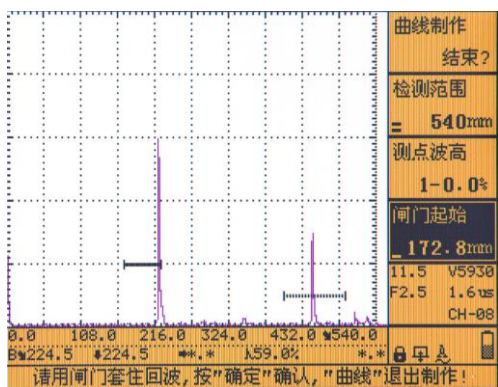
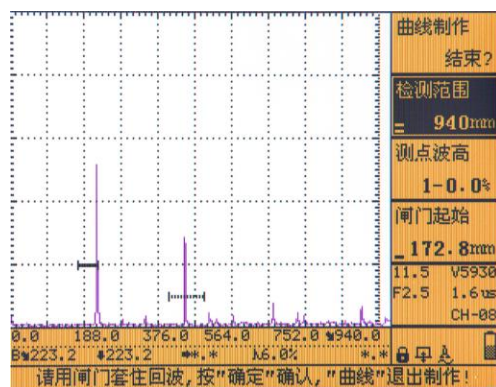

图 4.22
图 4.23
- 2、选择“AVG”主菜单，选择“曲线制作”子菜单，单击【确认】键或旋转，开始 AVG 制作，“曲线制作”子菜单中的“开始”变为“结束？”。仪器自动选择“闸门起始”子菜单，且“测点波高”由“1-*.*”变为“1-0.0%”。如图 4.22 所示。本例中制作的是 3 点 AVG 曲线，因此需要调整检测范围，使得屏幕显示出大平底的第三次底面回波，范围调整的结果如图 4.23 所示。